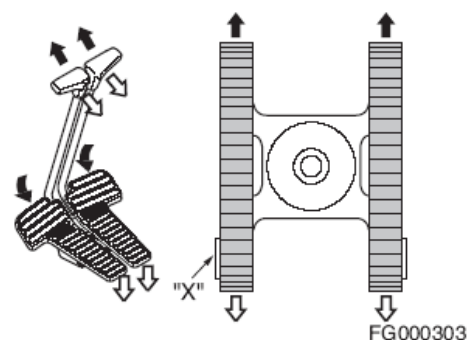

Рис. 27
1. Для движения по прямой (Рис. 27) полностью вдавить или оттянуть оба рычага/педали управления ходом. Чем дальше вдавлены рычаги/педели, тем выше скорость хода.